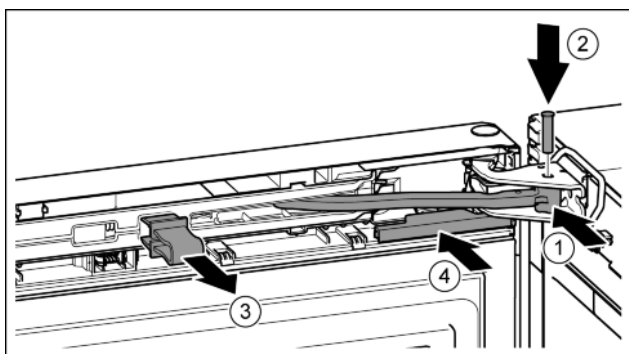

Fig. 49
- ▶ Przegub obrócić w płytce zawiasu. Fig. 49 (1)
- ▶ Sworzeń umieścić w płytce zawiasu i przegubie. Przy tym zwrócić uwagę, aby krzywka zatrzaskowa została prawidłowo umieszczona w rowku. Fig. 49 (2)
- ▶ Zdjąć zabezpieczenie. Fig. 49 (3)
- ▶ Wsunąć osłonę. Fig. 49 (4)